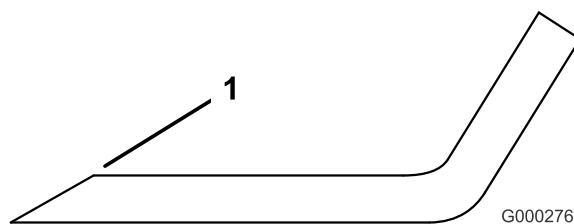

Bild 98
3. Untersuchen Sie die Schnittkanten aller Messer. Schärfen Sie alle stumpfen und ausgekerbten Schnittkanten. Schärfen Sie nur die Oberseite der Schnittkanten und behalten dabei den ursprünglichen Schnittwinkel bei, um die Schärfe des Messers zu gewährleisten (Bild 98). Das Schnittmesser behält seine Auswuchtung bei, wenn von beiden Schnittkanten die gleiche Materialmenge entfernt wird.